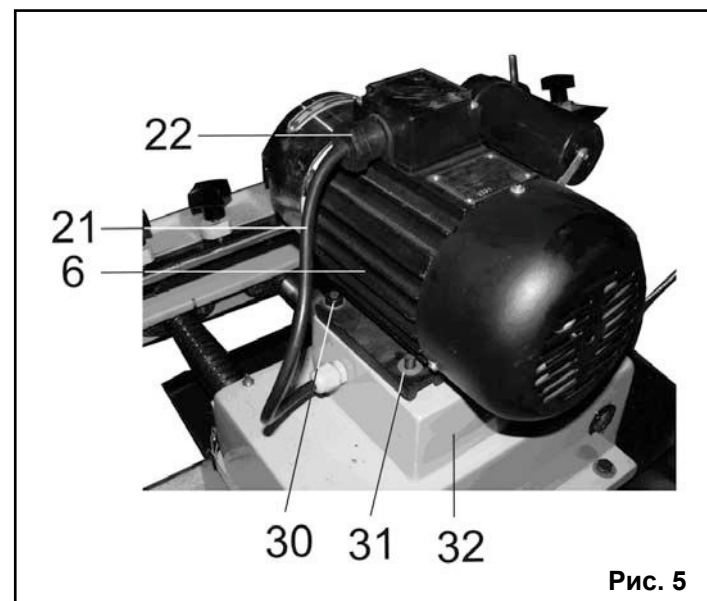

Рис. 5
8.2.4. Как показано на Рис.5, установите и закрепите крышку клеммной коробки, и электрический провод (21) закрепите на штупере (24) гайкой (22).